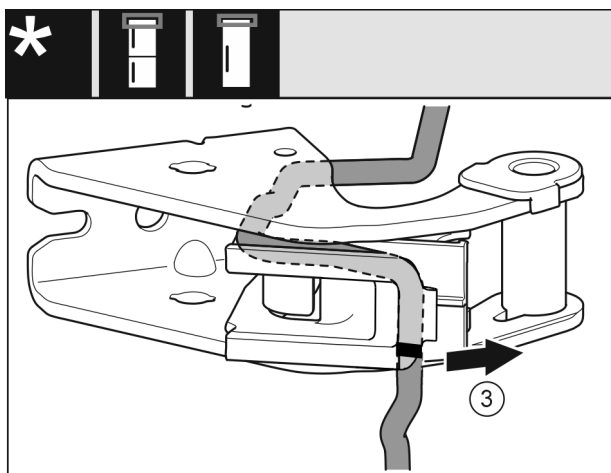

Fig. 15
- Démonter du support de palier le câble avec le support de câble. Fig. 15 (3)